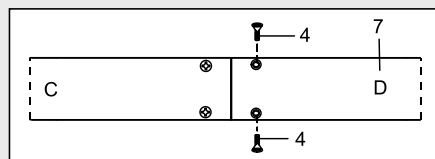

Fig. 25
- Posez la quatrième section du rail de guidage marquée « D » (7) sur son dos (Fig. 25). Glissez les cavités par-dessus les deux barres d'assemblage qui dépassent à l'extrémité droite de la section « C » du rail de guidage. Fixez à l'aide de deux vis (4).